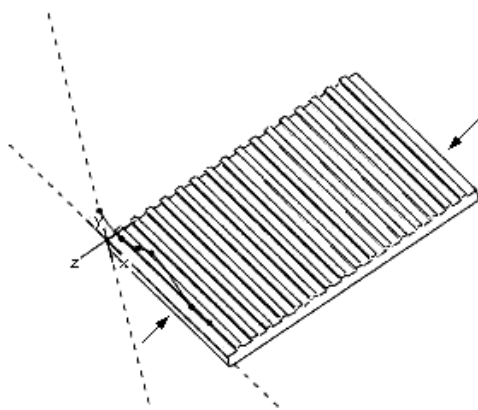

图 29-6
(6) 选择图 29-6 中箭头指示的两个平行端面定义折弯长度。